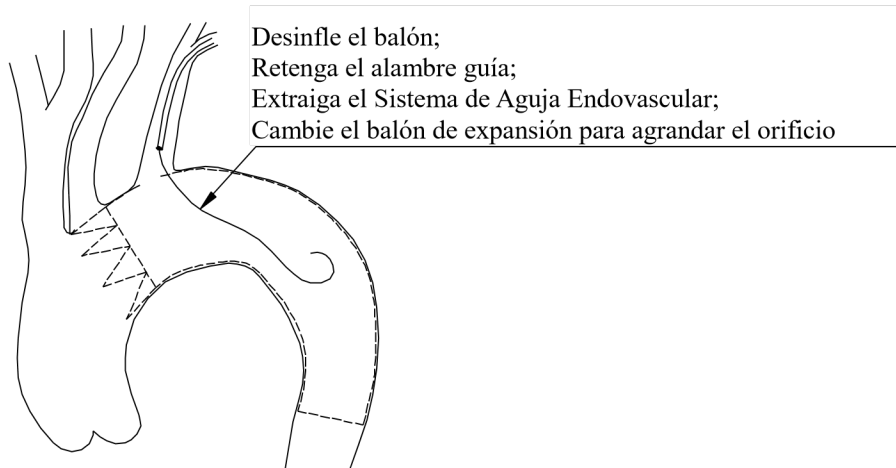

Figura 9 Nota:
- 6) Para la especificación del Sistema de Aguja Endovascular con balón, el balón que alivia la presión retiene el alambre guía y retira el sistema de membrana de ruptura del stent aórtico. Para la especificación del Sistema de Aguja Endovascular sin balón, retiene el alambre guía y retira el sistema de aguja, tal y como se muestra en la Figura 9.